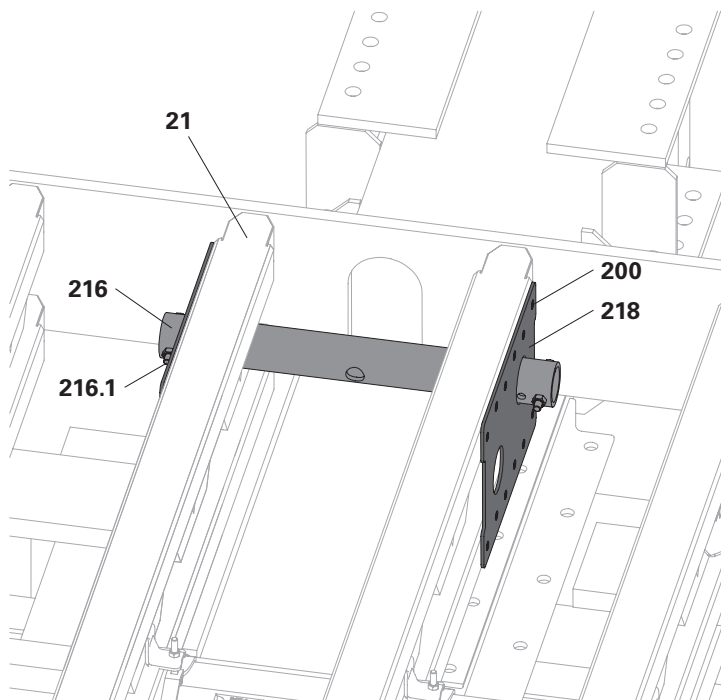

Fig. C3.08
1. Togliere le viti (216.1) dalla traversa di sospensione 530 ACS (216).
2. Infilare la traversa di sospensione 530 ACS (216) attraverso le travi per casseforme GT 24 (21) nella posizione di installazione.
3. Infilare 2x sospensione cassaforma VARIO GT24, Ø 60 (218) nella traversa di sospensione 530 ACS (216).
4. Posizionare la sospensione cassaforma (218) e serrare a fondo con 12x viti Torx 6 x 40 (200).
5. Bloccare la traversa di sospensione 530 ACS (216) con la vite (216.1).
- (Fig. C3.08)